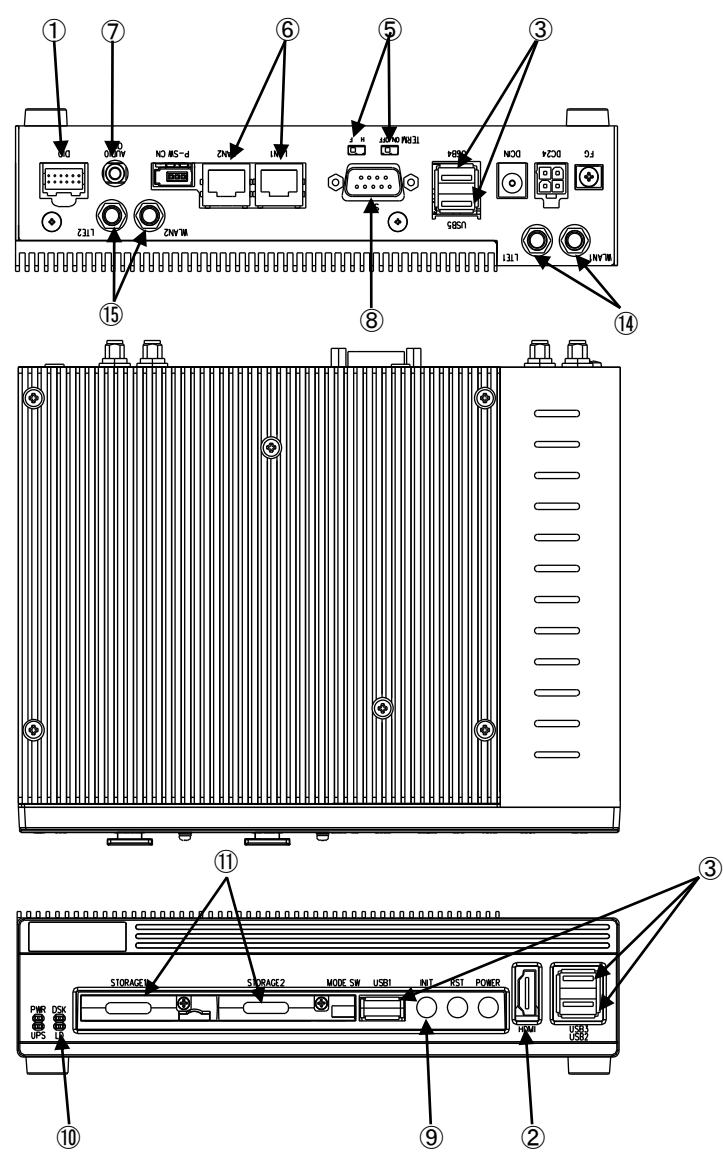

図 3-1-2. 外形図 (EC4A-010CT)
汎用入出力	汎用の入出力です。 入力 6 点、出力 4 点を制御できます。 (図 3-1-2 ①)